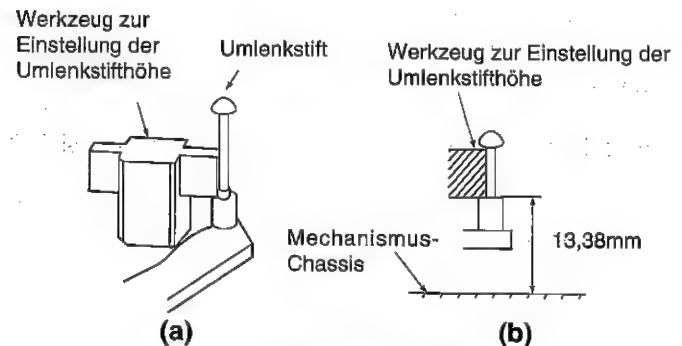

Abbildung 4-28.
1. Bei eingefädelttem Band mit dem Umlenkstift-Höheneinstellwerkzeug die Höhe vom Mechanismus-Chassis zum unteren Flansch des Umlenkstifts auf 13,38 mm einstellen. (Siehe Abbildung 4-28(a)(b).)